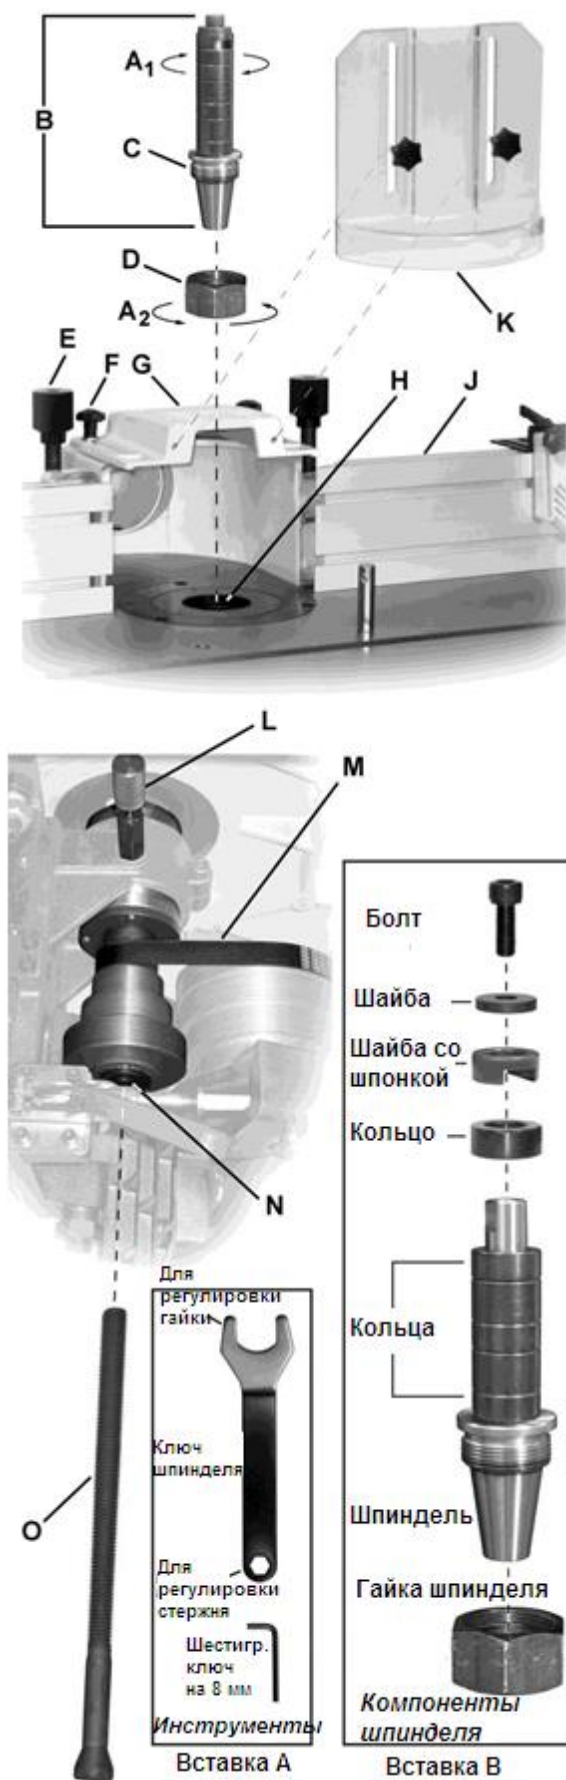

Рисунок 14
См. Рисунок 14.
1. Найдите фиксатор шпинделя (L, Рис. 14), доступ к которому можно получить через дверь с правой стороны шкафа. Вытяните и поверните на 90° вправо или влево, установив ручку в углубление.
2. Попробуйте повернуть узел шпинделя (B, Рис. 14) вручную, чтобы убедиться, что он заблокирован и не вращается.
8. Вытяните фиксатор шпинделя (L, Рис. 14), доступ к которому можно получить через дверь с правой стороны шкафа. Поверните на 90° вправо или влево, установив ручку в углубление.
* См. Рисунок 14